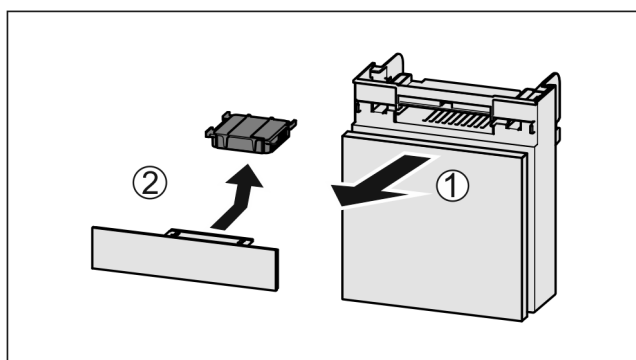

Fig. 54
- ▶ Estrarre il vano tirando in avanti Fig. 54 (1).
- ▶ Rimuovere il filtro a carboni attivi Fig. 54 (2).